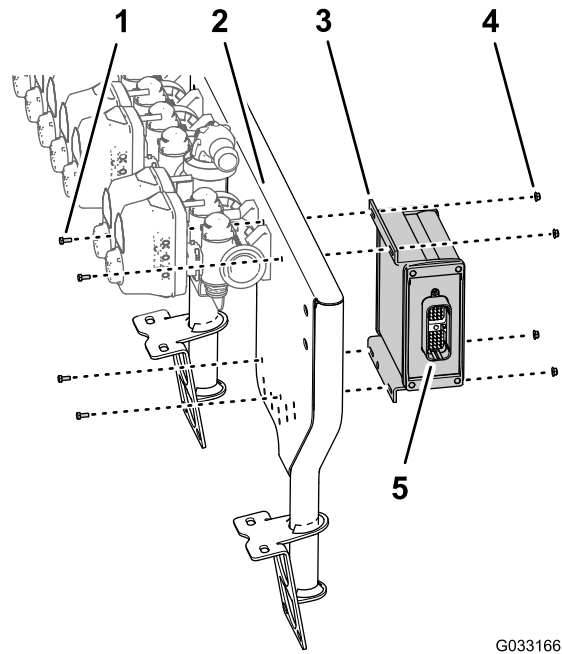

图86
1. 将打药车控制器与阀门安装架前侧对齐 40 针接头向外 图86。
2. 使用 4 个螺栓 4 x 10mm 和 4 个凸缘锁紧螺母 4mm 将打药车控制器安装到阀门安装架上 图86。